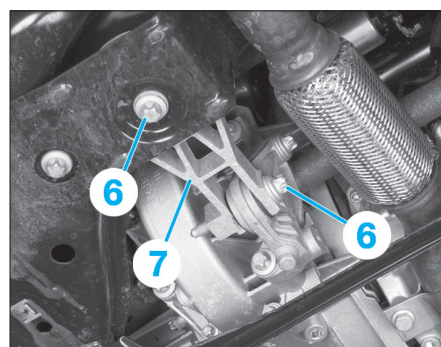
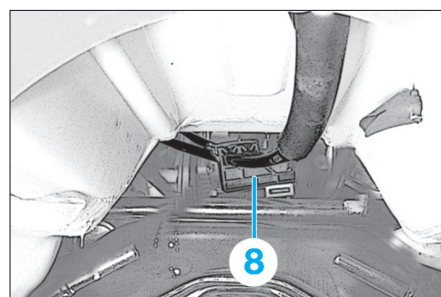

Fig. 20
Fig. 22
- les vis de fixation (6) du tirant de réaction de la boîte de vitesses (Fig.20),
- le tirant de réaction (7) de la boîte de vitesses.
- Déposer l'étrier (8) de support de câbles de sélection et de passage de vitesses (Fig.22).
- le tirant de réaction (7) de la boîte de vitesses,
- l'étrier (8) de support de câbles de sélection et passage de vitesses (Fig.22),